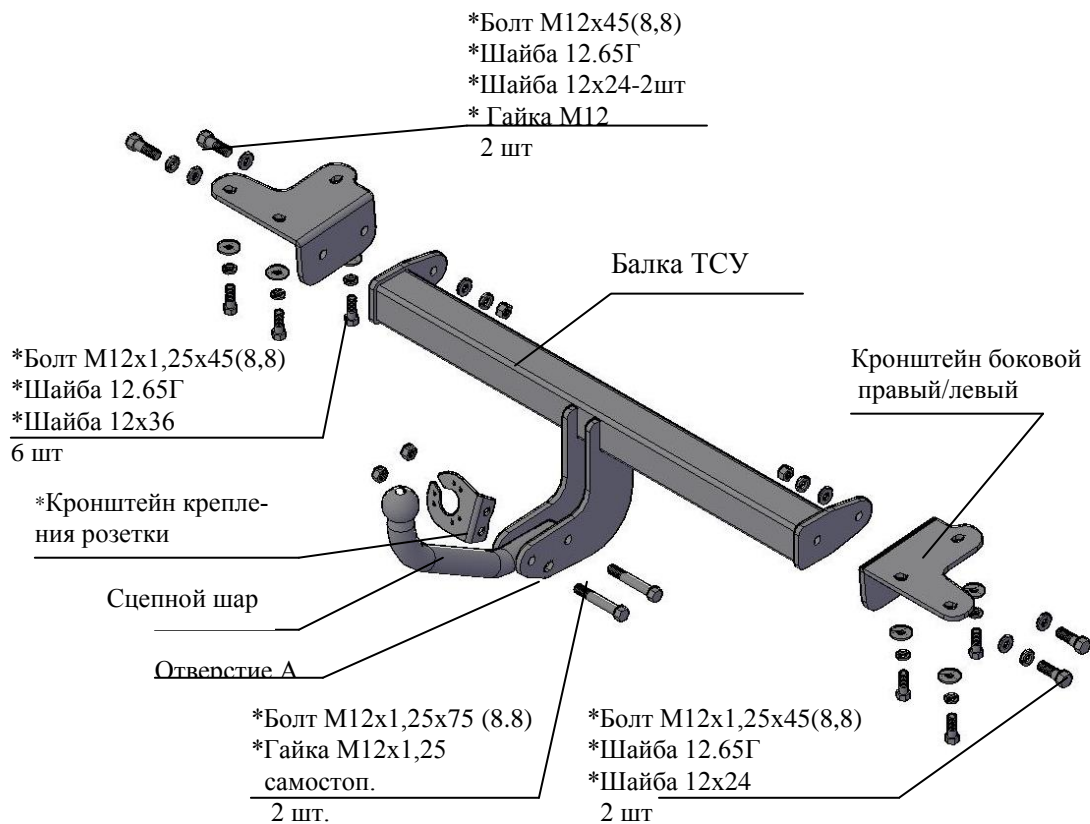

Рис.1 Тягово-сцепное устройство 7900.
2.1 ТСУ 7900 в сборе (рис.1)	1 шт.
2.2 Пакет с комплектующими (см. рис.1)	1 шт.